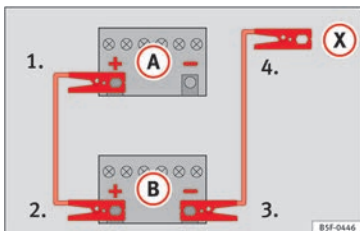

Fig. 76 Tilslutningsdiagram for biler uden start-stop-system
2. Sæt den ene ende af det røde startkabel på pluspolen (+) i bilen med det afladede batteri (A) » » » Fig. 76.
3. Sæt den anden ende af det røde startkabel på pluspolen (+) i den bil, der skal give strøm (B).
4. I biler uden start-stop-system: Sæt den ene ende af det sorte startkabel på stelpunktet (-) på den bil (B), der skal give strøm » » » Fig. 76.